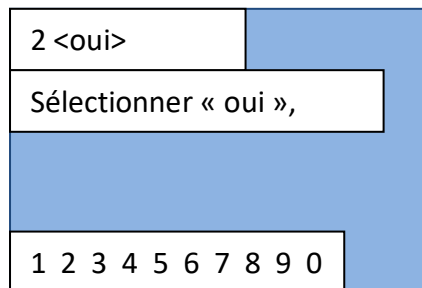

Figure 27 - Page du redémarrage
- 2) Sélectionner « 1. Redémarrer » pour redémarrer manuellement le dispositif. Confirmer sur la page de la Figure 27 pour effectuer le redémarrage.